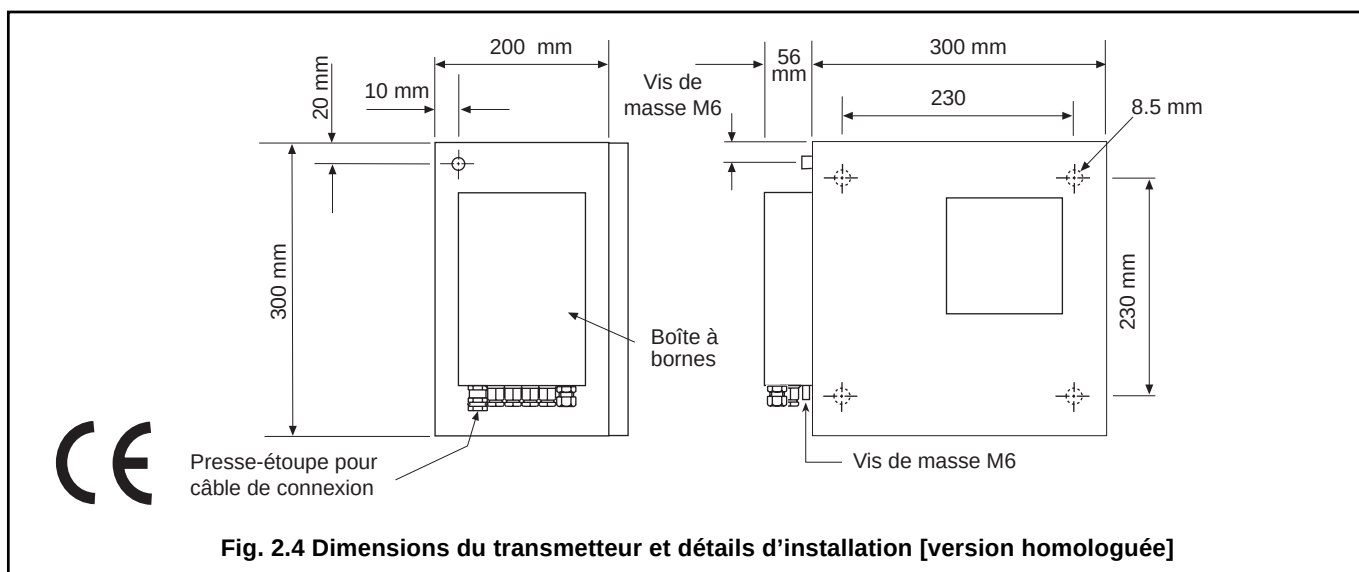
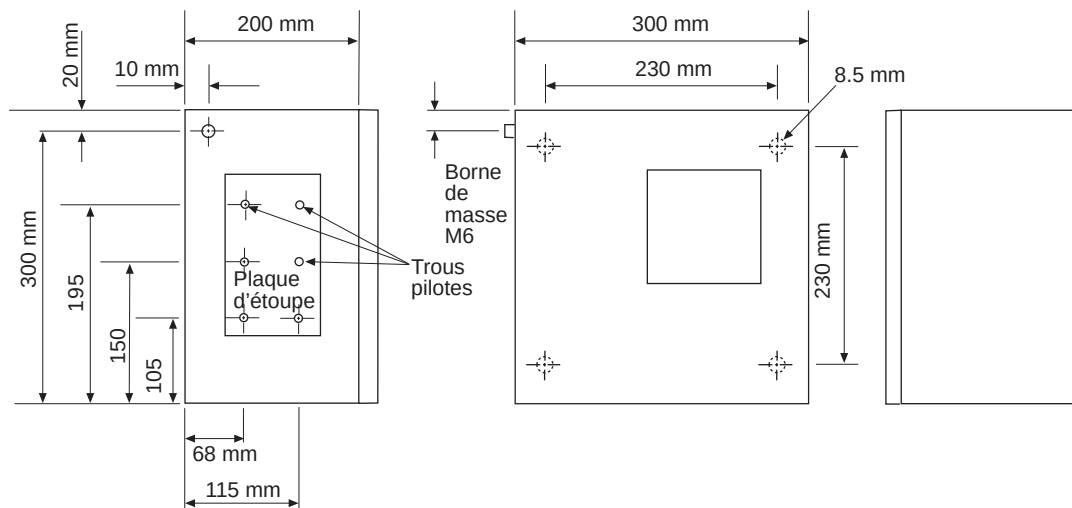

Fig. 2.4 Dimensions du transmetteur et détails d'installation [version homologuée]
Fig. 2.5 Dimensions du transmetteur et détails d'installation [version non homologuée]
2.1.2 Transmetteur – Fig. 2.4
Le transmetteur est constitué d'un boîtier métallique de construction similaire à celui de la cellule de mesure, ainsi que d'un châssis sur lequel sont fixés les cartes électroniques et autres sous-ensembles électriques. La fixation murale se fait à l'aide de quatre fixations de 8 mm de diamètre installées à 230 x 230 mm + voir Fig. 2.4 et Fig. 2.5.
Pour installer le transmetteur homologué, procédez comme suit. Pour la version non homologuée, veuillez suivre les instructions de la Fig. 2.5.
- f) Après avoir relevé la position des connecteurs sur les cartes (Fig. 2.4), retirer les connecteurs de la carte analogique en les repoussant de la carte. Retirer le connecteur de la carte Alimentation en le faisant glisser vers le bord vertical de la carte.
- g) Desserrer les vis appropriées pour dégager les trois fils du connecteur arrivée secteur sur la carte Alimentation (Fig. 2.4).